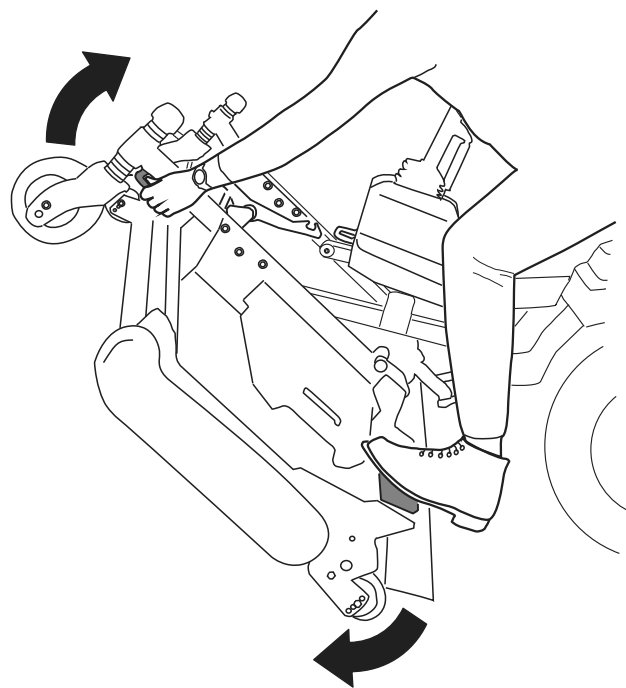
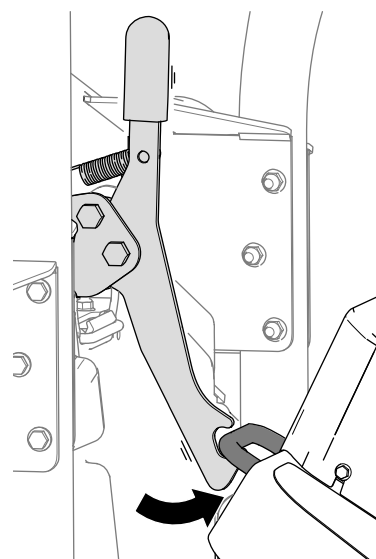

Figura 36
Figura 37
5. Ruotate l'apparato di taglio (Figura 36) in modo tale che il fermo si inserisca nella staffa di ancoraggio (Figura 37).
1. Rilasciate il fermo dell'apparato di taglio dalla staffa di ancoraggio (Figura 38) ruotando l'apparato di taglio leggermente in avanti (fate riferimento a Figura 36) e spingendo la maniglia del fermo in avanti.